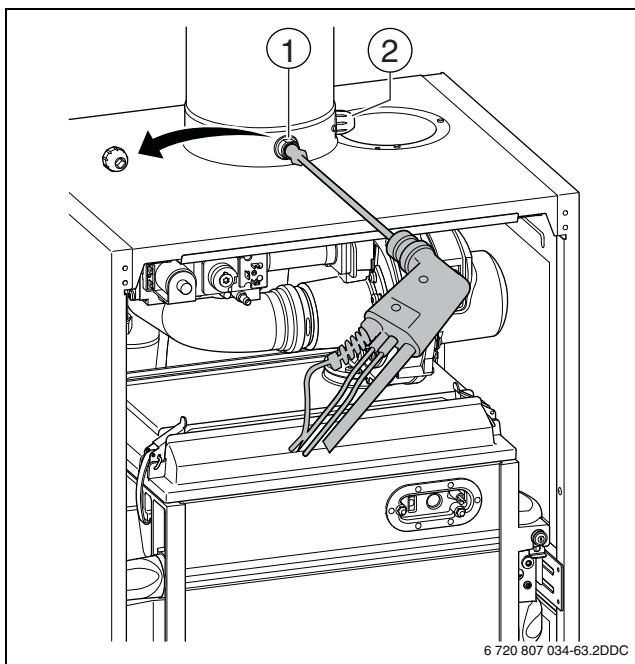

Bild 47 Entfernen der Kappe der Abgasmessstelle
- Kappe von der Luftzufuhrmessstelle entfernen (→ Bild 47, [2]).